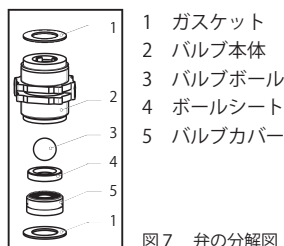

図7 弁の分解図
- ・弁を組立てる時に、ボールシート (4) の向きを確認してください。
- ・ボールシート (4) の滑らかな面がボールシート (4) としての働きがあります。滑らかな面は常に液体の流れる方向を指します。
■吐出弁の分解・組立て (図7)
- ①専用工具を使用して、バルブ本体 (2) からバルブカバー (5) を取外します。
- ②バルブ本体 (2) からバルブボール (3) とボールシート (4) を取出します。
- ③バルブ本体 (2) を清掃します。
- ④バルブボール (3) とボールシート (4) を新品と交換します。
- ⑤バルブカバー (5) をきれいに清掃します。
- ⑥全ての部品が正しい位置にあることを確認します。
- ⑦専用工具を使用して、バルブ本体 (2) にバルブカバー (5) を固定します。
- ⑧組み立てられたバルブ本体 (2) を接液部にねじ込みます。
■吸入弁の分解・組立て (図7)